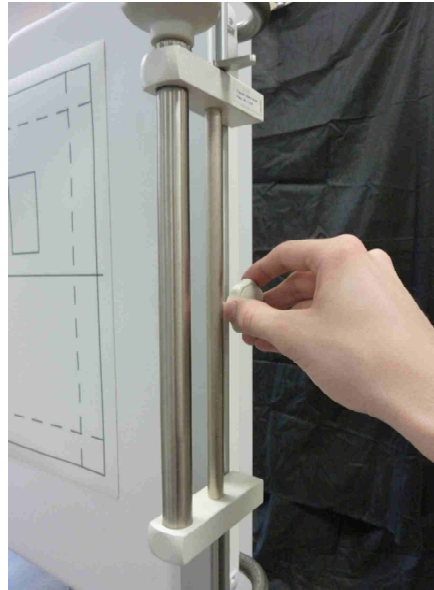

Abbildung 4-3
Schritt 1: Spannwalze mit Arretierung in die rechte Schiene einschieben und mit dem Fixierrad auf der Spannwalze im Mittelpunkt fixieren (Abbildung 4-3).